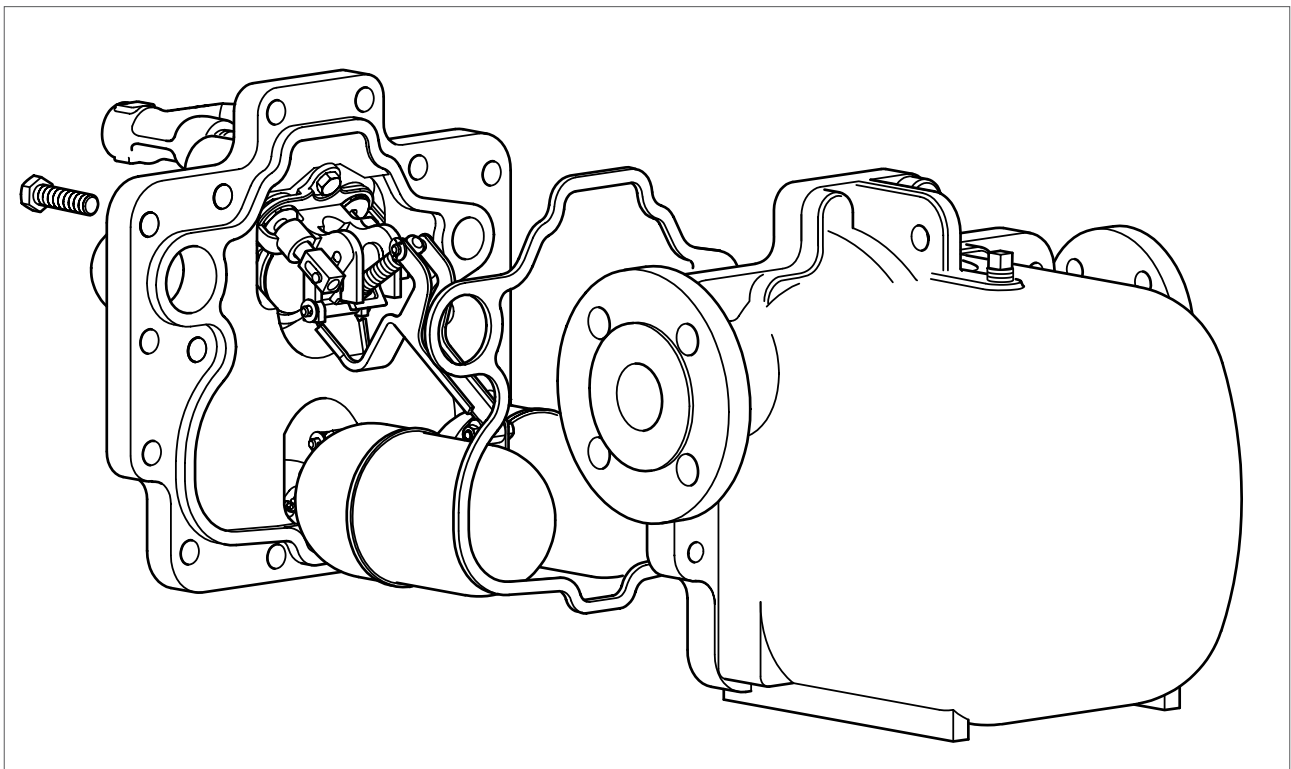
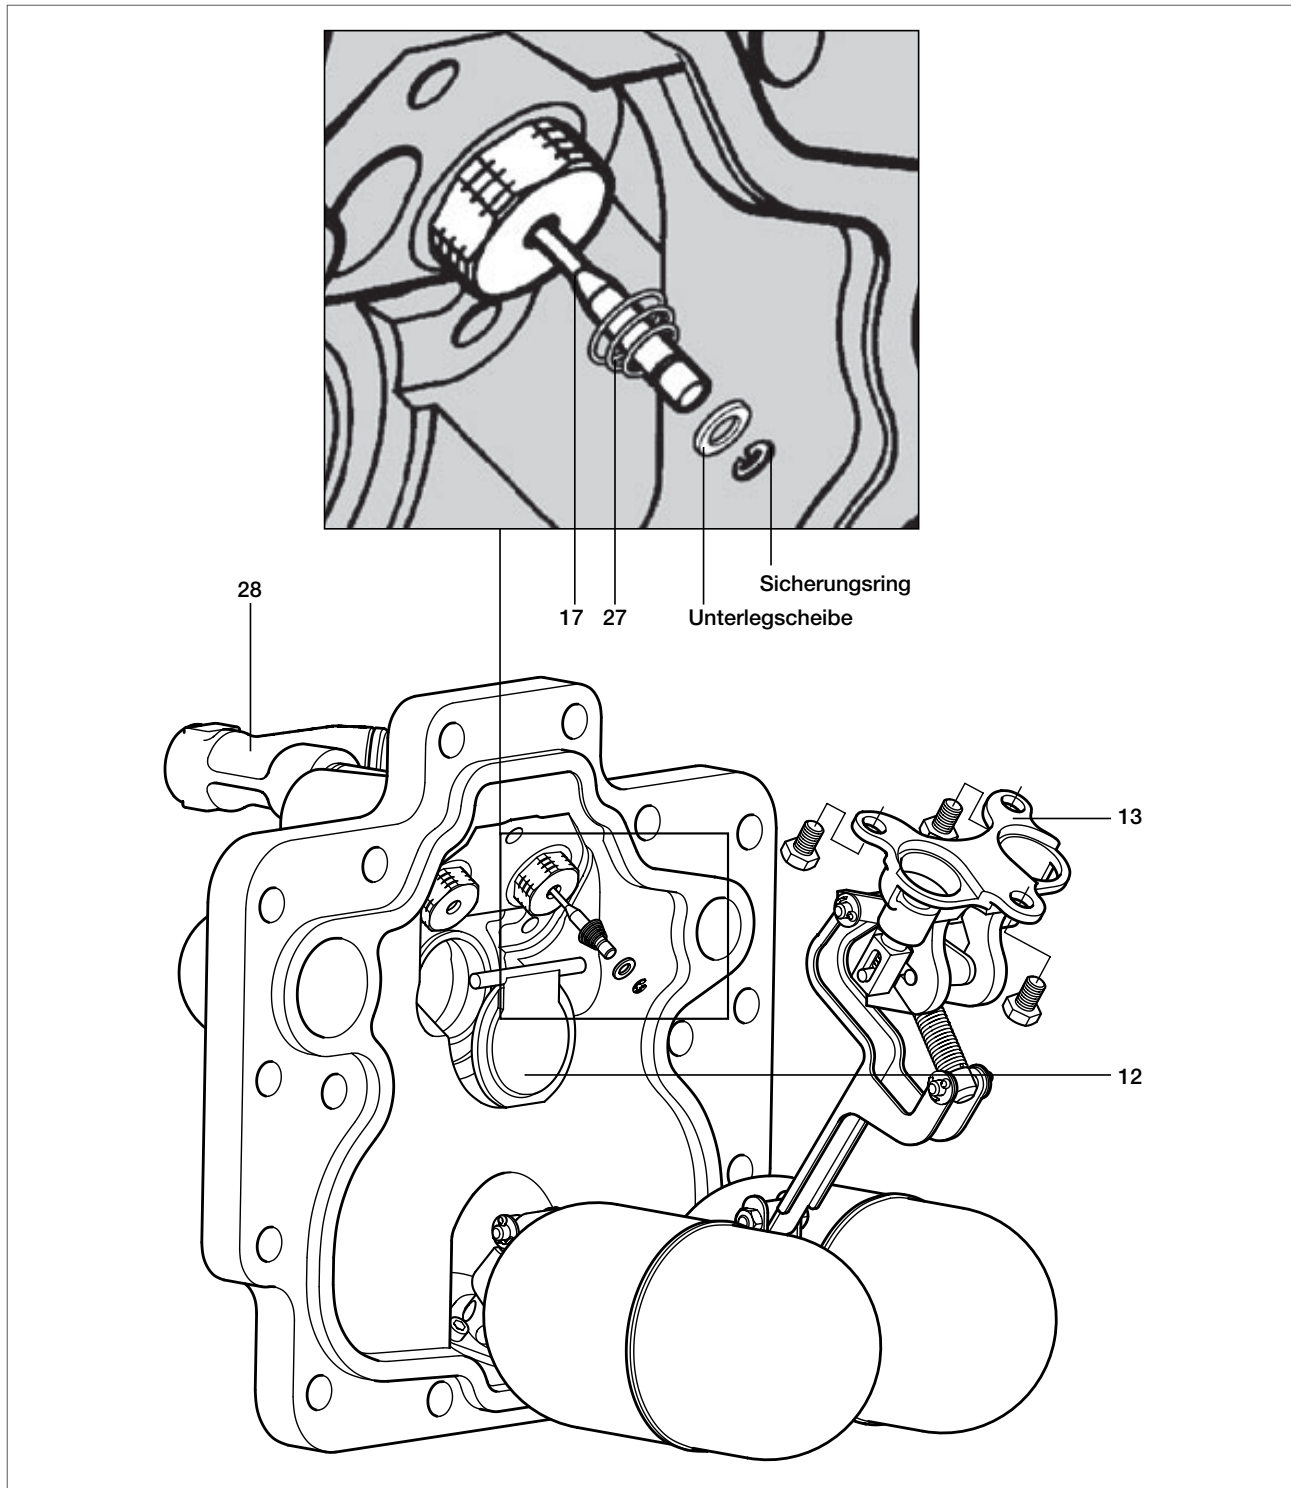

Bild 13
Bild 15
1. Leitungsanschlüsse für Arbeitsdampf und Entlüftung vom Deckel lösen. Deckelschrauben (SW 19) lösen und Deckel mit Mechanismus vorsichtig aus dem Gehäuse ziehen (benötigter Demontageplatz min. 250 mm APT14 bzw. 275mm APT14HC). Dichtfläche nicht beschädigen (Siehe Bild 13).
2. Dichtflächen im Gehäuse für die Deckel-Dichtung sorgfältig säubern. Beim Wiederausammenbau nur neue Dichtungen (2) verwenden. Deckel mit Mechanismus vorsichtig ins Gehäuse einführen. Sicherstellen, dass die Dichtung gut im gesamten Umfang an der Dichtfläche des Gehäuses anliegt. Hierzu die Dichtung zunächst im unteren Bereich des Gehäuses in die Dichtfläche drücken, den oberen Bereich erst andrücken, wenn die Dichtung im unteren Bereich gut anliegt.
1. Leitungsanschlüsse für Arbeitsdampf und Entlüftung vom Deckel lösen. Deckelschrauben (SW 19) lösen und Deckel mit Mechanismus vorsichtig aus dem Gehäuse ziehen (benötigter Demontageplatz min. 250 mm APT14 bzw. 275 mm APT14HC). Dichtfläche nicht beschädigen (Siehe Bild 13).
2. Sicherungsring, Unterlegscheibe und Feder (27) vom Ende des Dapfeinlassventils (17) lösen.
3. Die drei Sechskantschrauben M8 (SN13) der Halteplatte (13) lösen (siehe Bild 15).
4. Mechanismus vom Deckel abnehmen (siehe Bild 15). Hierdurch wird die Eingangs-Rückschlagklappe (12) zugänglich.
1. Leitungsanschlüsse für Arbeitsdampf und Entlüftung vom Deckel lösen. Deckelschrauben SW 19 lösen und Deckel mit Mechanismus vorsichtig aus dem Gehäuse ziehen (benötigter Demontageplatz min. 250 mm APT14 bzw. 275 mm APT14HC). Dichtfläche nicht beschädigen (Siehe Bild 13).
1. Leitungsanschlüsse für Arbeitsdampf und Entlüftung vom Deckel lösen. Deckelschrauben SW 19 lösen und Deckel mit Mechanismus vorsichtig aus dem Gehäuse ziehen (benötigter Demontageplatz min. 250 mm APT14 bzw. 275 mm APT14HC). Dichtfläche nicht beschädigen. (siehe Bild 13)